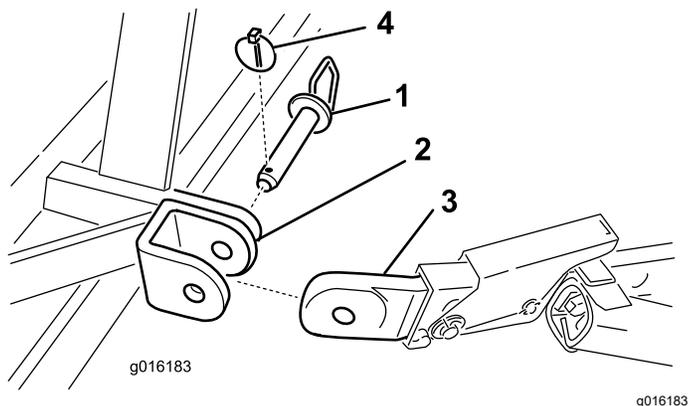

Figure 4
- Fixez les bras d'attelage inférieurs aux supports de montage de l'aérateur avec les goupilles d'attelage et les goupilles à anneau (Figure 4).